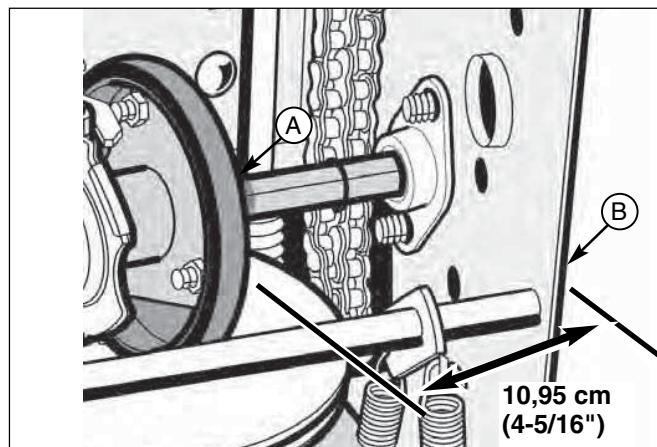
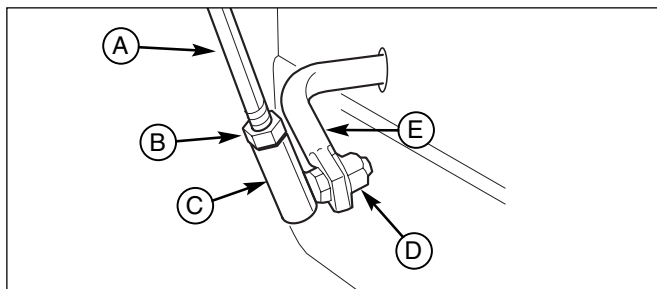

Figure 18. Dimensions du disque de friction
Figure 19. Tringlerie du sélecteur de vitesse
8. Notez la position du disque de friction (A, figure 18). La distance correcte entre le côté droit de la roue motrice et l'extérieur du châssis est de 10,95 cm (4-5/16"). Si le disque de friction n'est pas dans la bonne position, réglez de la façon suivante.
10. Détachez l'écrou d'arrêt (B, figure 19).
11. Enlevez l'écrou-frein (D).
12. Déplacez le disque de friction (A, figure 18) pour qu'il soit à bonne distance, 10,95 cm (4-5/16").